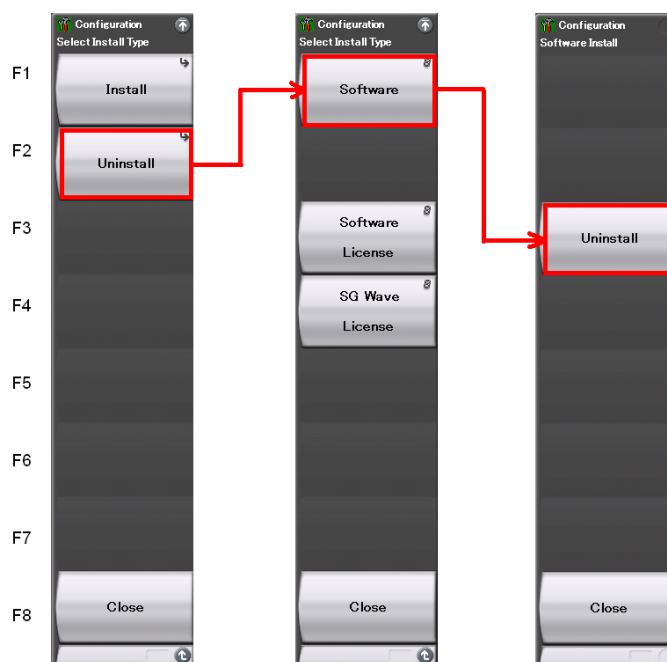

図 3.8.2-1 Software Install メニュー
2. 図 3.8.2-1 の Software Install メニューが表示されるので、**[F2]** (Uninstall) を押します。